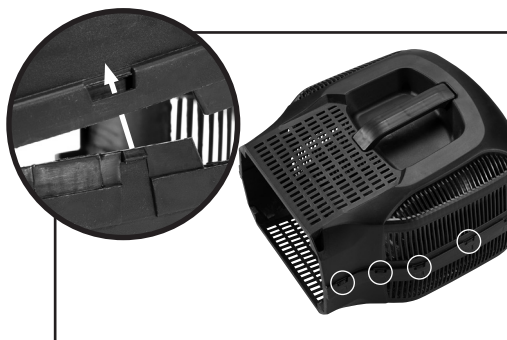

FIG.5
8.5 ASSEMBLE GRASS COLLECTION BOX – FIG.5